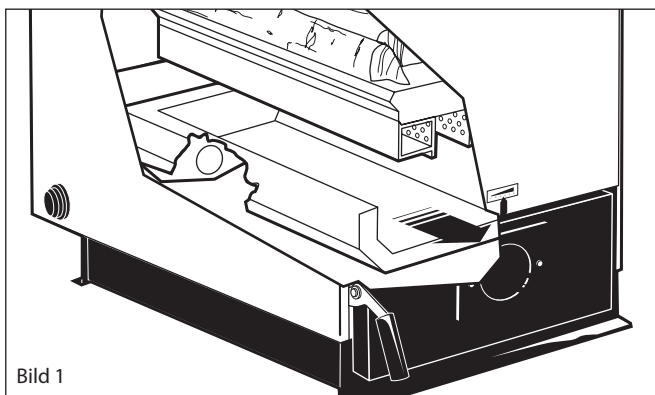

Bild 1
- Nedre keramikträget ska tas ut vid rengöring (bild 1) och askan rakas ut.
Den undre brännkammaren ska rengöras efter ca 5-10 vedpåfyllningar. Detta sker genom att den undre keramiken (bild 1) dras ut och askan rakas ur. Därefter sätts keramiken på plats igen. Se till att den går emot i bakkanten.